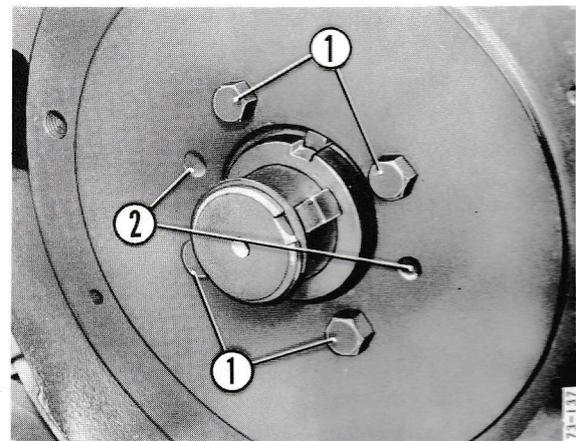

Figure 83
- 1 - Mettre le tracteur sur cric. Desserrer d'environ 5 tours, deux des boulons de fixation du flasque sur le moyeu 1 figure 83. Déposer les deux autres boulons et les visser dans les trous taraudés du flasque 2.